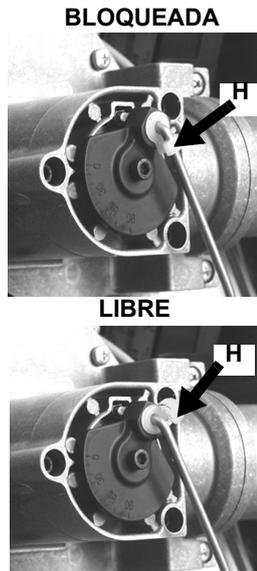

Fig. 45
- 2 Deje libre la varilla de regulación de la válvula de mariposa de gas (Fig. 45) y extráigala de su alojamiento tirando hacia afuera.